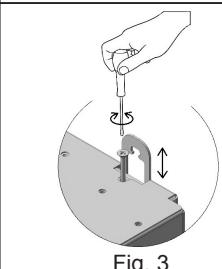

Fig. 3
- b) Étrier de nivellation à l'avant avec fixation à l'aide de chevilles à expansion fournies (fig. 3)